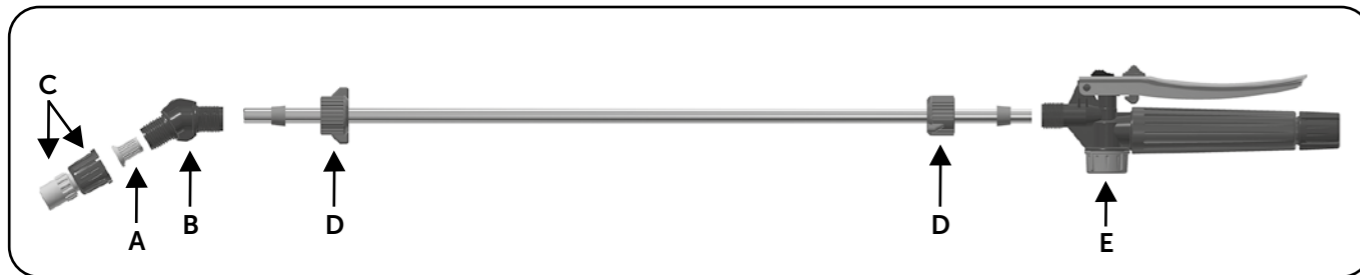

Figura 7. Secuencia de montaje de la lanza de pulverización.
Retire el conjunto, lanza y boquilla de pulverización, del embalaje que se encuentra dentro de la caja del equipo y proceda al montaje conforme a los pasos descritos a continuación (Figura 7):
**Lubricación de la válvula de descarga Súper 3 (Figura 18):** Proceda a desencajar los ítems D y E (Figura 7) y utilizando un tubo adición 3 gotas de aceite de motor en la salida de la válvula (Figura 18) permitiendo la lubricación de la aguja completa (ítem 65).